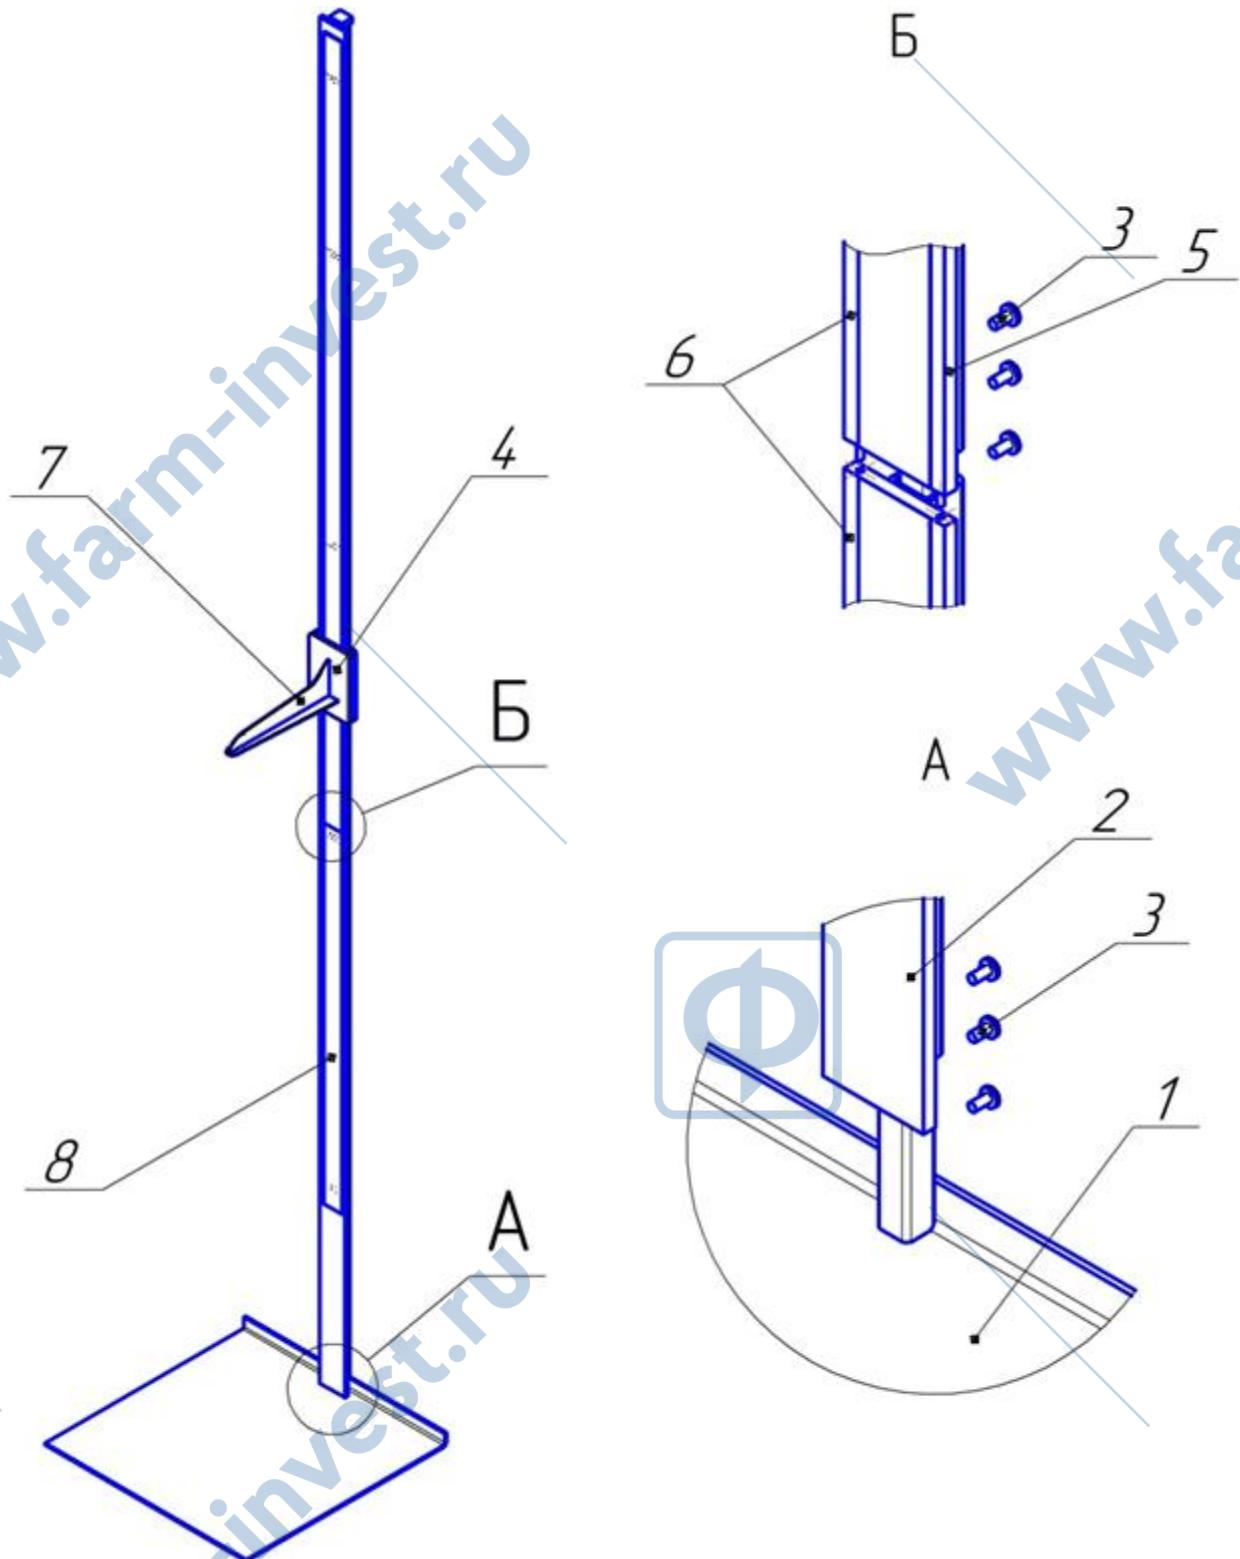

Рисунок 3. Схема сборки ростомера РП (эконом)
2.2.3 Выберите место предполагаемого размещения ростомера. Установите основание 1 (рис.3) на прочную ровную поверхность, не подвергаемую вибрации.
2.2.4 Установите штангу нижнюю 2 (измерительная лента на штанге начинается с 80 см) на основание 1, совместив отверстия на штанге с отверстиями на стойке основания (см. вид А рис.3). Закрепите штангу нижнюю 2 со стойкой основания тремя винтами 3 (M4x8 DIN 7985).
2.2.6 Соедините штангу верхнюю 5 со штангой нижней 2 (вид Б рис.3), совместив все отверстия штанги верхней с отверстиями в пластине измерительной шкалы 6, закрепите штангу верхнюю тремя винтами 3 (M4x8 DIN 7985).
2.4.5 Переместите ползун 4 (см. рис.3), чтобы планка мерная 7 находилась выше роста пациента.